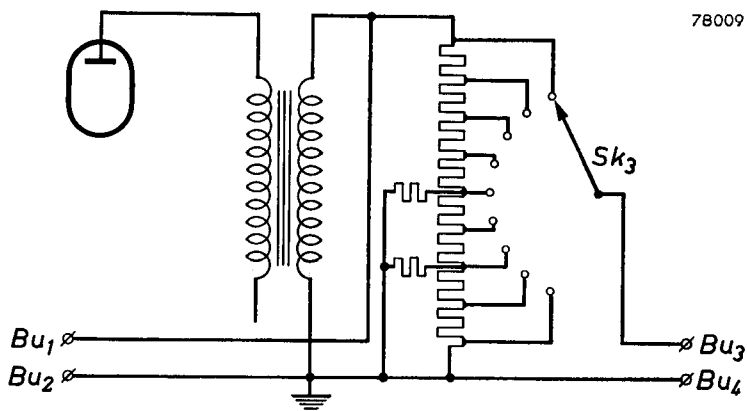
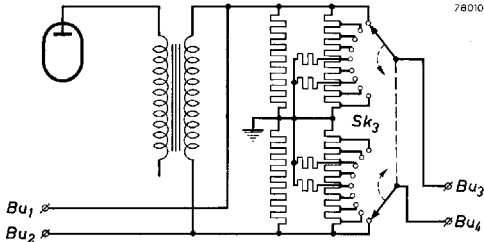

Fig. 2
Fig. 3
Met  $Sk_1$  in stand „I-II” is het uitgangscircuit dan geschakeld volgens fig. 2.
4. Stand „SYM.”: Ook hier is de anodespanning van de indicator uitgeschakeld. Tevens is de secundaire wikkeling niet geaard. In de stand „I-II” van  $Sk_1$  is een symmetrische spanning afneembaar; het elektrisch midden van de verzwakker is geaard (zie fig. 3).
Moet de uitgangsspanning asymmetrisch ten opzichte van aarde zijn, dan zet men  $Sk_2$  in de stand „ASYM.". De bussen  $Bu_2$  en  $Bu_4$  zijn nu gعاard (zie ook fig. 2). Bij het opbouwen van meerschakelingen met gebruikmaking van de GM 2308 moet men er rekening mee houden, dat op  $Bu_1$  een (zeer geringe) wisselspanning ten opzichte van de overige gعاarde klemmen aanwezig is. Met  $Sk_2$  in de stand „SYM." is de uitgangsspanning (zowel aan  $Bu_1$  en  $Bu_2$  als aan  $Bu_3$  en  $Bu_4$ ) symmetrisch ten opzichte van aarde (zie ook fig. 3). Geen van de bussen  $Bu_1$ ,  $Bu_2$ ,  $Bu_3$  of  $Bu_4$  mag men nu aan aarde leggen of met een punt verbinden, dat een vaste potentiaal tegen aarde heeft.